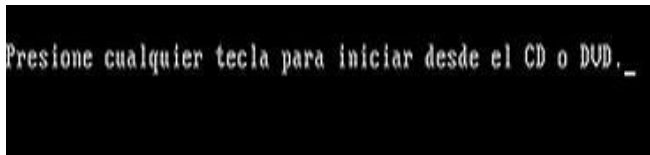

Figura 16 Iniciar CD o DVD de Windows 7
2. Al encender nuevamente el equipo aparecerá lo siguiente y presionamos cualquier tecla (Figura 16).